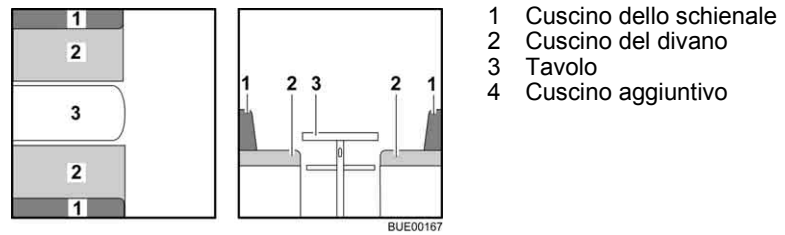

Fig. 123 Prima della trasformazione
- Trasformare il tavolo (Fig. 123,3) in struttura di supporto letto (vedi paragrafo 6.11).
- Rimuovere i cuscini dello schienale (Fig. 123,1) e riporli.